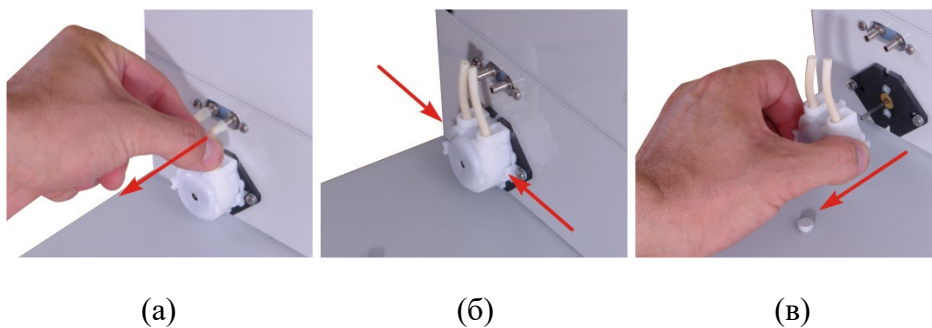

Рис. 14. Замена головки перистальтического насоса.
4. Отсоедините шланги перистальтического насоса (Рис. 14а).
5. Прижмите крепёжные усики головки к её корпусу (Рис. 14б) и потяните головку на себя (Рис. 14в).